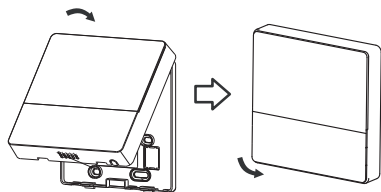

Fig. 3-12
- Après avoir réglé le boîtier supérieur, puis bouclé le boîtier supérieur, évitez de serrer le câblage pendant l'installation. (Fig. 3-12)